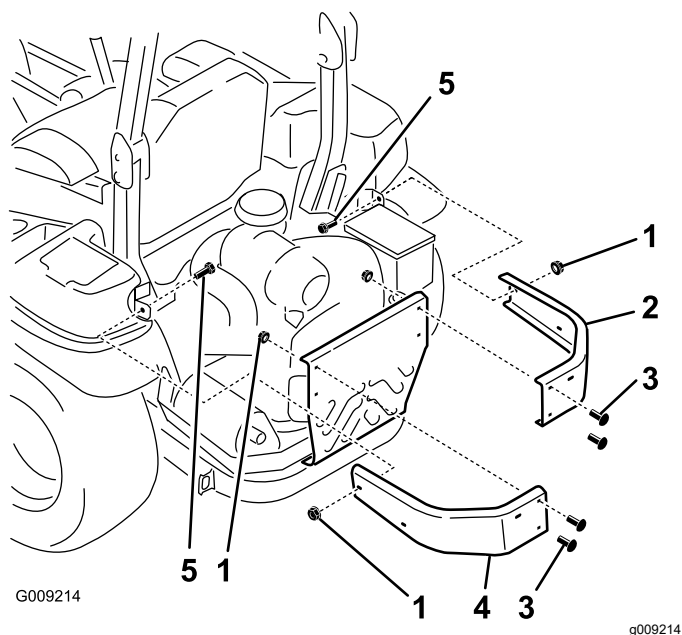

Figura 4
1. Retire los pernos y las tuercas que fijan los parachoques laterales a la máquina (Figura 4).
retiró anteriormente y 6 tuercas con arandela prensada ($\frac{3}{8}$ "), según se muestra en Figura 4.